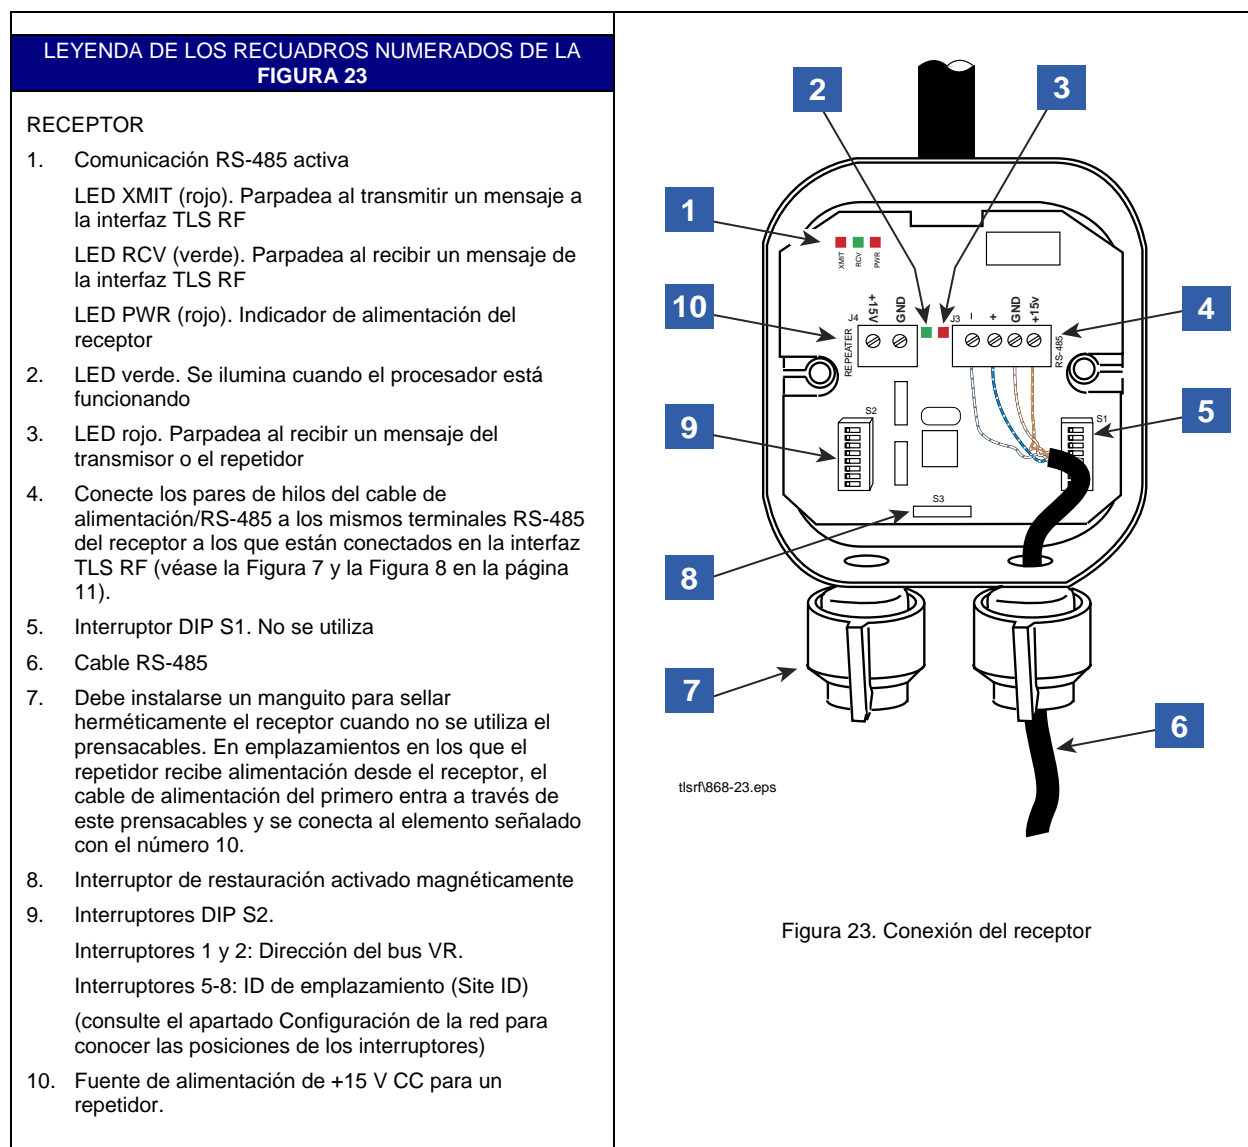

Figura 23. Conexión del receptor
23. Introduzca la dirección del bus VR y la ID de emplazamiento del receptor (véase el número 9 de la Figura 23). **NOTA:** Es importante realizar correctamente estos ajustes para evitar dificultades de recepción en el emplazamiento. Para evitar confusiones y posibles errores, consulte el apartado Configuración de la red y utilice una Hoja de preparación de la red cuando introduzca la dirección del bus VR/ID de emplazamiento (consulte el Apéndice C).
7. Conecte el otro extremo del cable de alimentación de CC del repetidor (hilo de color negro a tierra e hilo de color blanco a +15 V CC) al terminal de la salida de +15 V CC del receptor (véase el número 10 en la Figura 23) o bien a una fuente de alimentación ininterrumpida de 15 V CC de Clase 2.
Introduzca este número ajustando los interruptores DIP S2 1-2 (véase la Figura 23 en la página 26) en las posiciones "off" y "on", tal como se muestra a continuación.